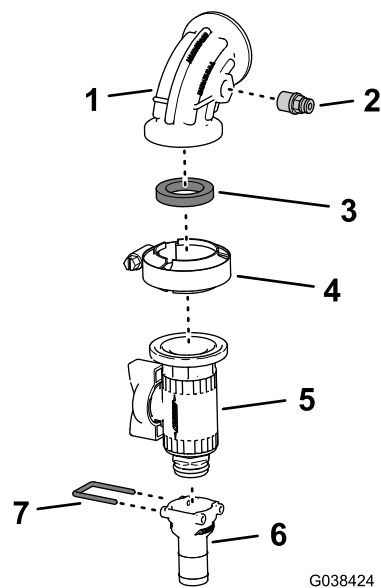

图88
3. 取下将直通宝塔接头 $\frac{3}{4}$ 英寸固定到法兰切断阀的卡环并取下宝塔接头图88。
4. 将在步骤 2 中卸下的管道连接器装入 90° 弯头的压力端口图88。
5. 如图88所示用法兰夹具4064mm将法兰切断阀安装到90° 弯头带压力端口和垫片1 x 1 $\frac{3}{8}$ 英寸上。